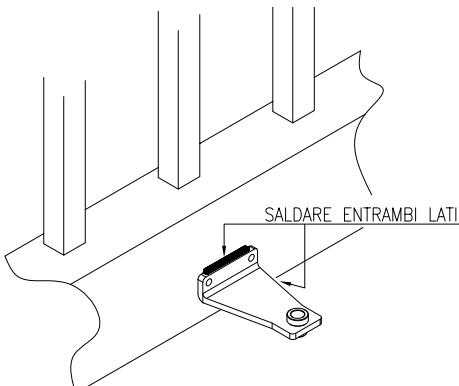
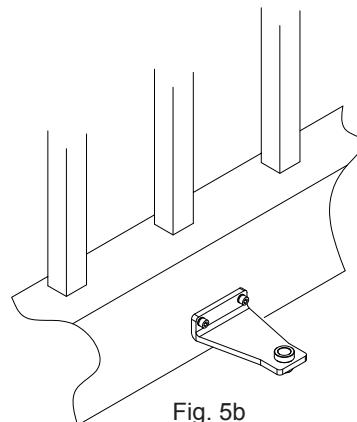

Fig. 5a
Fig. 5b
Levare, quindi, il pistone e fissare definitivamente la staffa anteriore mediante saldatura Fig.5a o meccanicamente con due viti Fig.5b.
Enlever ensuite le piston et fixer définitivement la bride avant par soudure (Fig. 5a) ou mécaniquement avec deux vis (Fig. 5b).
- Posteriormente, quite el pistón y fije definitivamente la grapa delantera mediante soldadura Fig.5a, o con dos tornillos Fig.5b.